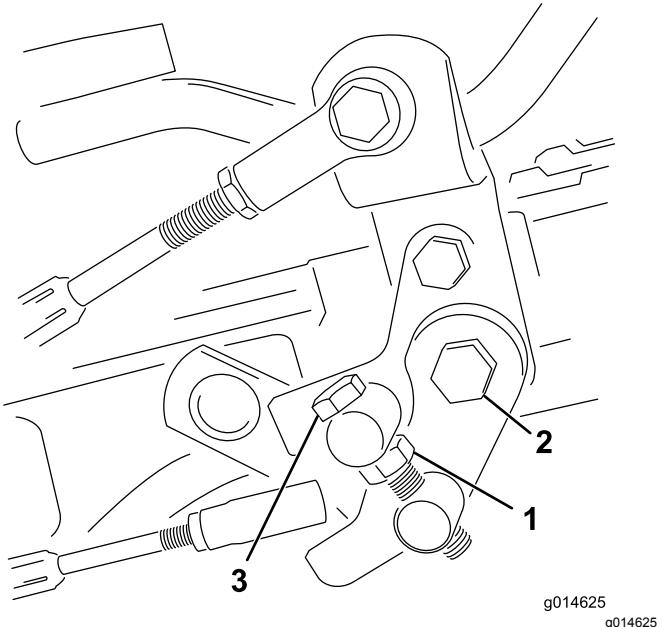

図 34
1. トラニオンボルトのジャムナットをゆるめる図 34。
4. トラニオンボルトのジャムナット、およびペダルピボットのナットを締め付けて調整を固定する図 34。調整を確認し、必要に応じて再調整する。